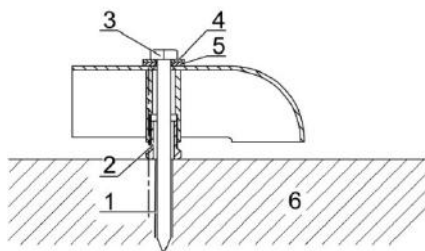

Abbildung 9 Befestigungselemente
- ⇒ CHM 8k mit den mitgelieferten Scheiben und Befestigungsschrauben (siehe *Abbildung 9*) auf dem Betonfundament zunächst locker vormontieren.